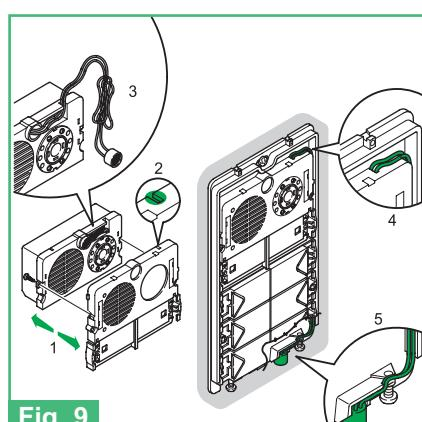

Fig. 9
- Fig. 9** Posizione alternativa del microfono
- Fig. 9** Alternative position of the microphone
- Fig. 9** Position alternative du micro
- Fig. 9** Andere positie van de microfoon
- Fig. 9** Alternative Position des Mikrofons
- Fig. 9** Posição alternativa do microfone